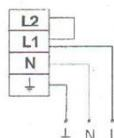

Рис.1
- Сетевой кабель пропускается через кабельный ввод и присоединяется к клеммной колодке: L – фаза, N – нейтраль, провод заземления присоединяется к соответствующей клемме колодки см. рис.1.